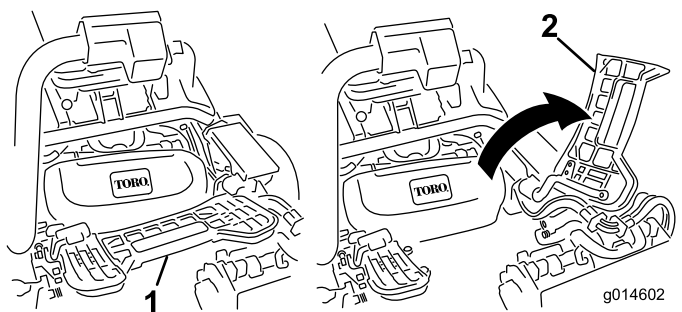

Figura 52
2. Sollevate il poggiapiedi e ruotatelo fino all'apertura, per consentire l'accesso alla posizione dell'apparato di taglio centrale. (Figura 52)